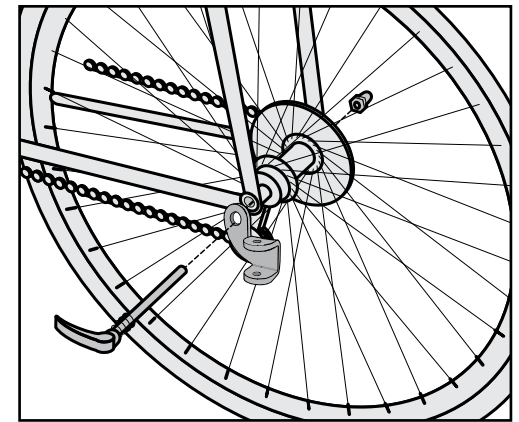

Figura 24
1. **Eje con palanca de liberación rápida o tuerca:** quite la palanca de liberación rápida o la tuerca del lado izquierdo del eje de la rueda trasera de la bicicleta. Coloque el enganche entre la palanca de liberación rápida o la tuerca y el cuadro (Figura 24). Apriete la palanca de liberación rápida o la tuerca conforme a las recomendaciones del fabricante. El enganche puede permanecer en la bicicleta cuando el remolque está desmontado. Consulte en [Burley.com](http://Burley.com) los accesorios diseñados para ayudarle a instalar el remolque en la bicicleta.